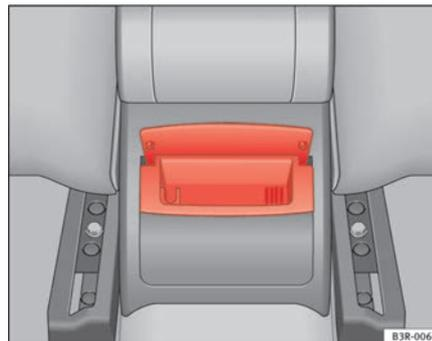

Fig. 134 Cendrier arrière ▶
- Saisissez le boîtier par le couvercle ouvert ⇒ page 160, fig. 134 et tirez-le vers le haut pour l'extraire.